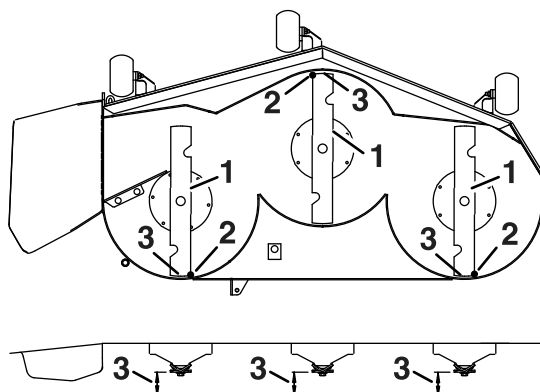

Figura 63
4. Gire cuidadosamente las cuchillas colocándolas en el sentido de avance de la máquina (Figura 63).
5. Mida entre la punta de la cuchilla delantera y la superficie plana y entre la punta de la cuchilla trasera y la superficie plana (Figura 63).